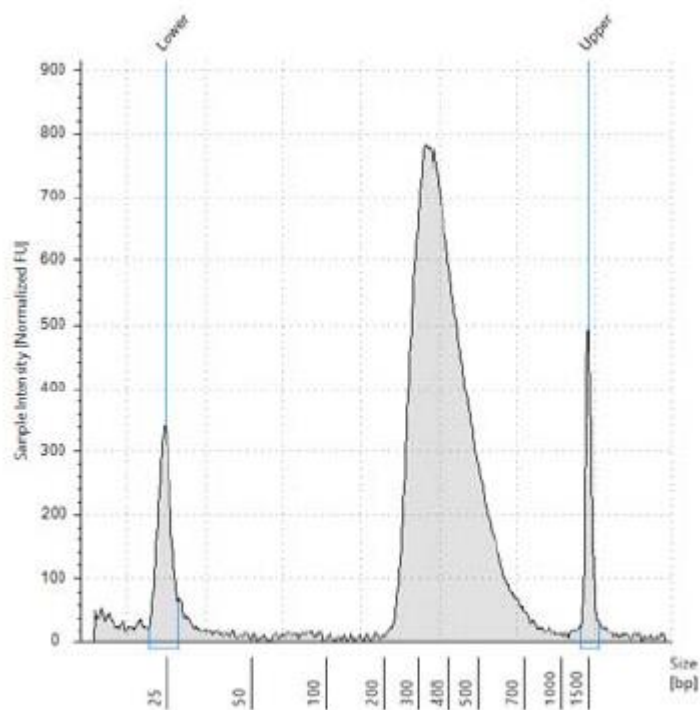
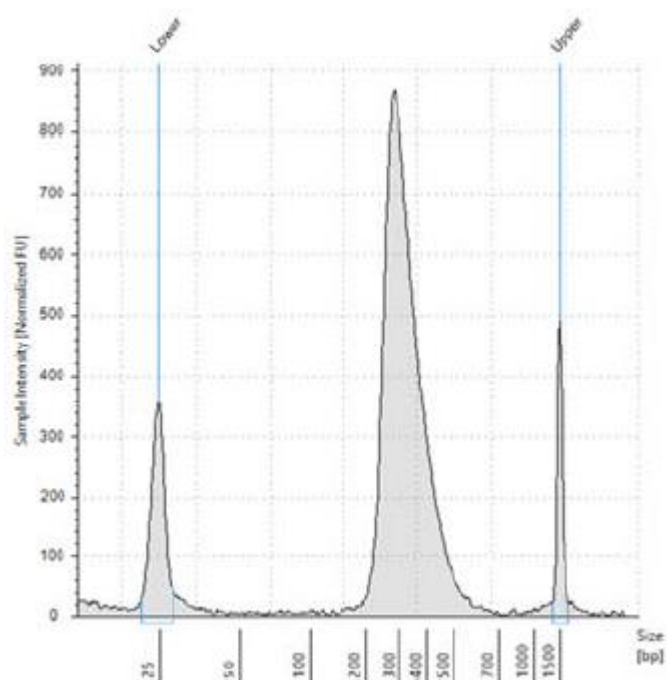

図 4 質の高い RNA サンプル（Human Reference total RNA）から調製された Post-capture ライブラリの High Sensitivity D1000 ScreenTape での泳動図
図 5 典型的な FFPE 由来 RNA サンプルから調製された Post-capture ライブラリの High Sensitivity D1000 ScreenTape での泳動図
- エレクトロフェログラムで、DNA 断片長が想定されるサイズか確認します（ガイドラインは表 36 を参照してください）。質の高い RNA サンプル（図 4）、FFPE 由来サンプル（図 5）から調製したライブラリを TapeStation で泳動した例を示します。